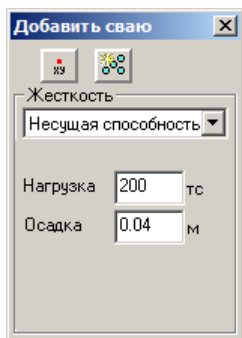

Рис.13.7.2 Окно диалога **Добавить сваю**
- В открывшемся окне диалога **Добавить сваю** (рис. 13.7.2) выполните следующие действия: